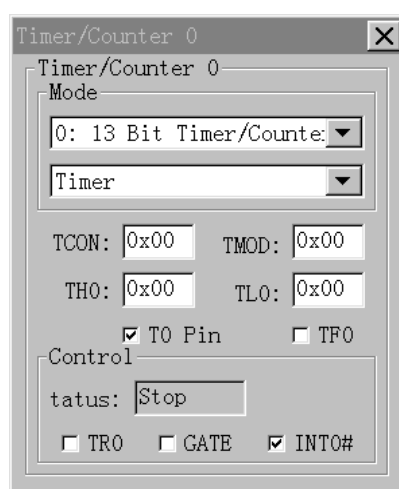

图 6.15.1 T0 的外设窗口
在进入硬件仿真环境后，根据您为工程选择的器件型号，在菜单 Peripherals 中会有一些该型号内部的外设名，点击一个外设名后将会弹出一个浮动窗口。现在我们点击菜单 Peripherals->Timer->Timer 0，出现 Timer0 的浮动窗口（见图 6.15.1）。
从图 6.15.1 可以看出，相关 T0 的大部分资源在它的外设窗口中都可以直观显示并能进行修改。
- 现在我们点击图 6.15.1 中的 TR0，启动 T0。然后我们在反汇编窗口进行单步运行，按动 F11，图中的 TL0 将发生变化。根据指令的机器周期数，TL0 一次增加 1 或 2 或 4 个数。